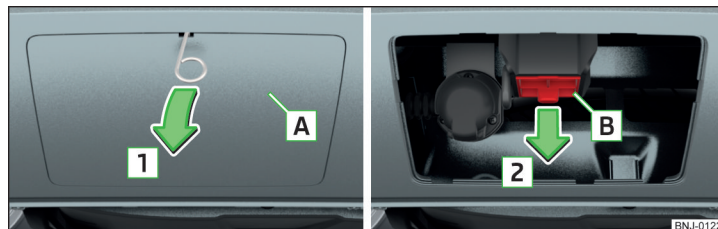

Fig. 154 Demontarea măștii: la bara de protecție spate/pentru locașul de fixare
- Scoateți capacul **A** » fig. 154 în sensul săgeții **1** cu ajutorul bridei pentru extragerea capacelor integrale de roată » pagina 173 din trusa de scule.
După demontare, păstrați măștile **A** și **B** » fig. 154 într-un loc adecvat, în portbagaj.
- Montați capacul [B] » fig. 154 la pagina 133 în sens opus săgeții [2].
- Aplicați capacul [A] » fig. 154 la pagina 133 la „cârligele” din partea de jos a barei de protecție.